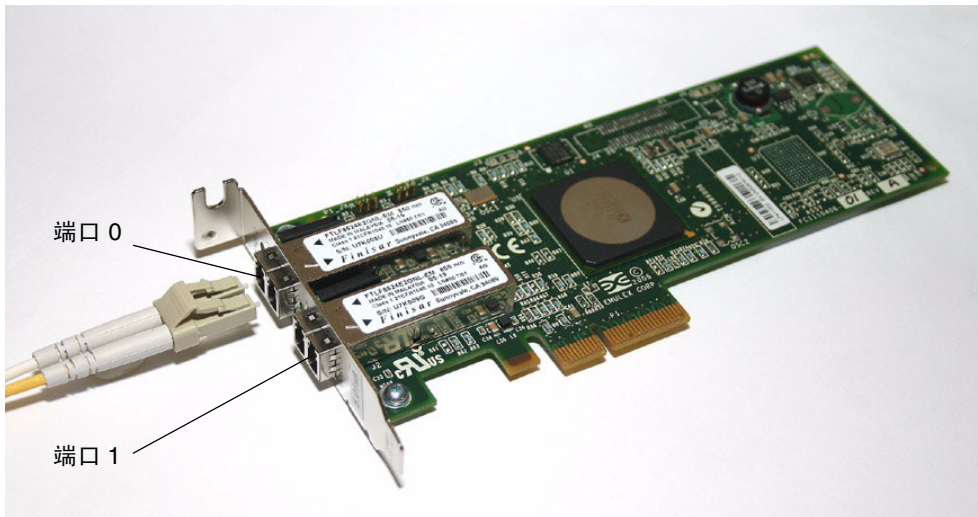

图 3 连接光缆
1. 将光纤电缆连接到 HBA 上的 LC 连接器 (请参见图 3)。